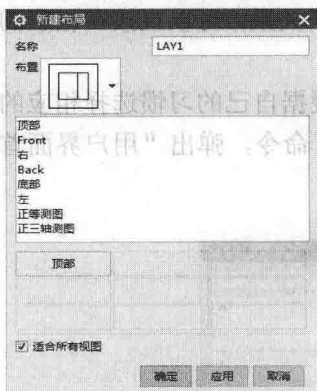

图 1-4 “新建布局”对话框
(1) 新建视图布局。选择【菜单】→【视图】→【布局】→【新建】命令，弹出如图 1-4 所示的“新建布局”对话框，该对话框用于设置布局的形式和各视图的视角。